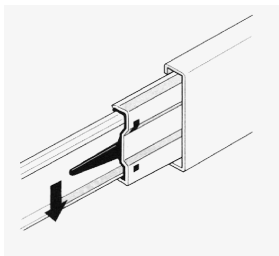
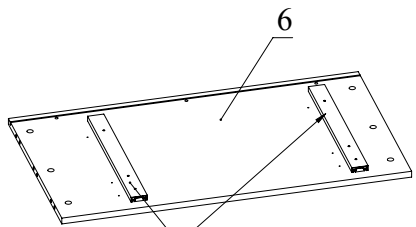

Рис.1
Рис.2
1. Подготовьте детали к сборке. Отсоедините от основания телескопических направляющих внутренние планки, отогнув пластиковый рычажок фиксатора (Рис. 1). **Основания телескопических направляющих закрепите на детали 6 шурупами 3,5х16** (Рис. 2).